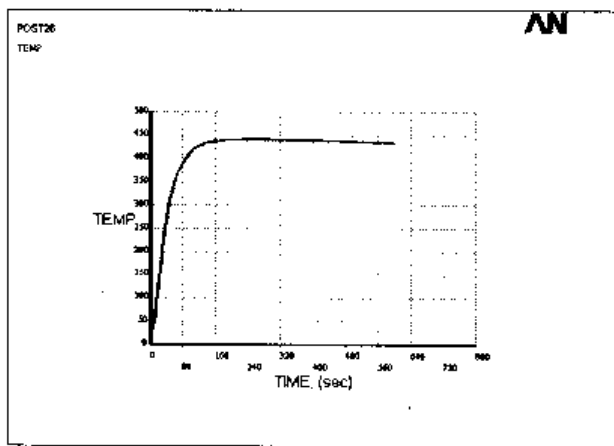

图 12-71 F 点温度随时间的变化关系曲线
(41) 选择 Main Menu | TimeHist Postpro | Graph Variables 命令, 出现 Graph Time-History Variables 对话框, 在文本框中输入 7, 单击 OK 按钮, ANSYS 显示窗口将显示 F 点温度随时间的变化关系曲线图, 如图 12-71 所示。
(42) 选择 Utility Menu | File | Exit 命令, 出现 Exit from ANSYS 对话框, 选中 Quit-No Save! 单选按钮, 单击 OK 按钮, 关闭 ANSYS。